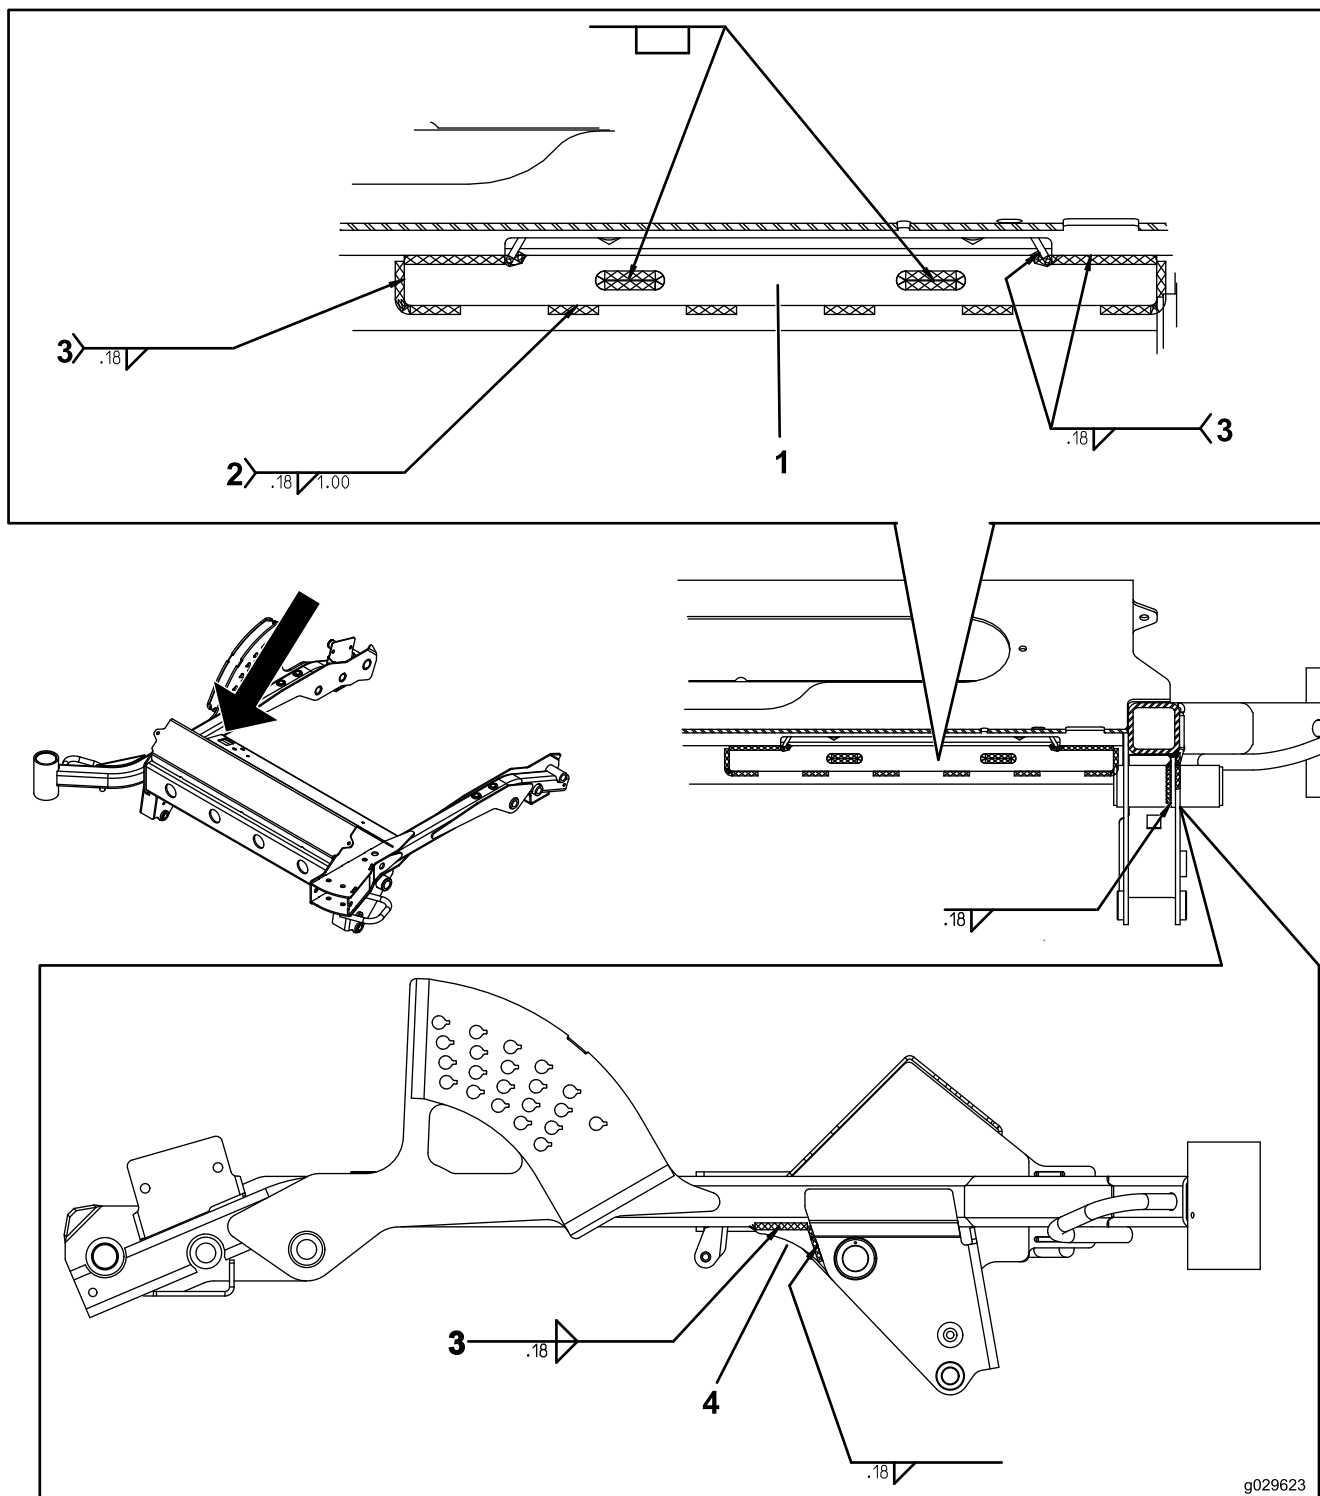

Figura 4
2. Lixe a tinta nas zonas a soldar para que a solda penetre corretamente (Figura 4).
3. Fixe as chapas à estrutura e solde conforme os diagramas na Figura 4.